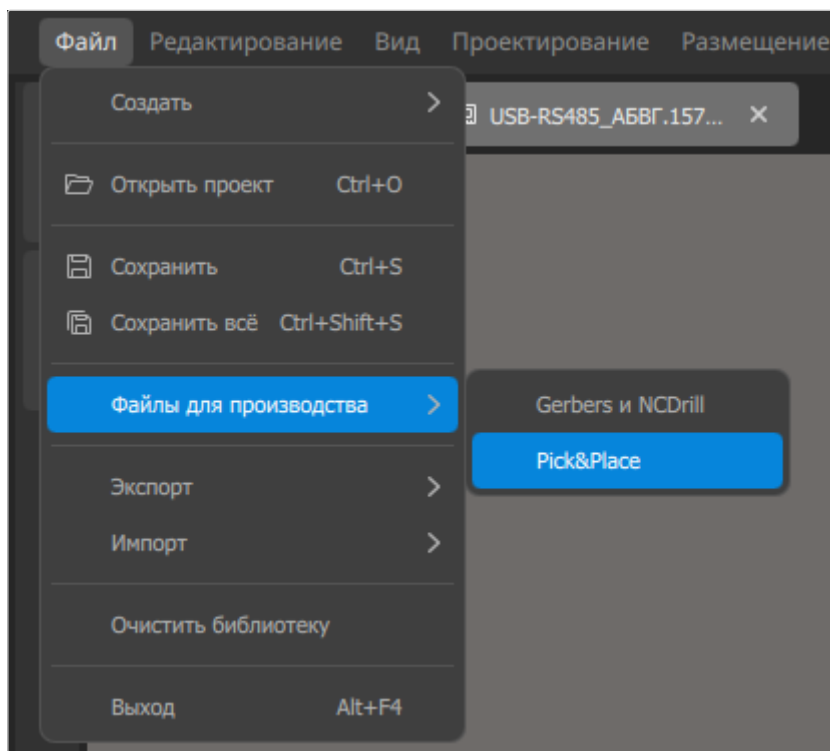

Рисунок 241. Меню «Файл» → «Файлы для производства»
- 2) Вызвать команду меню «Файл» → «Файлы для производства» → «*Pick&Place*» (см. рисунок 241).